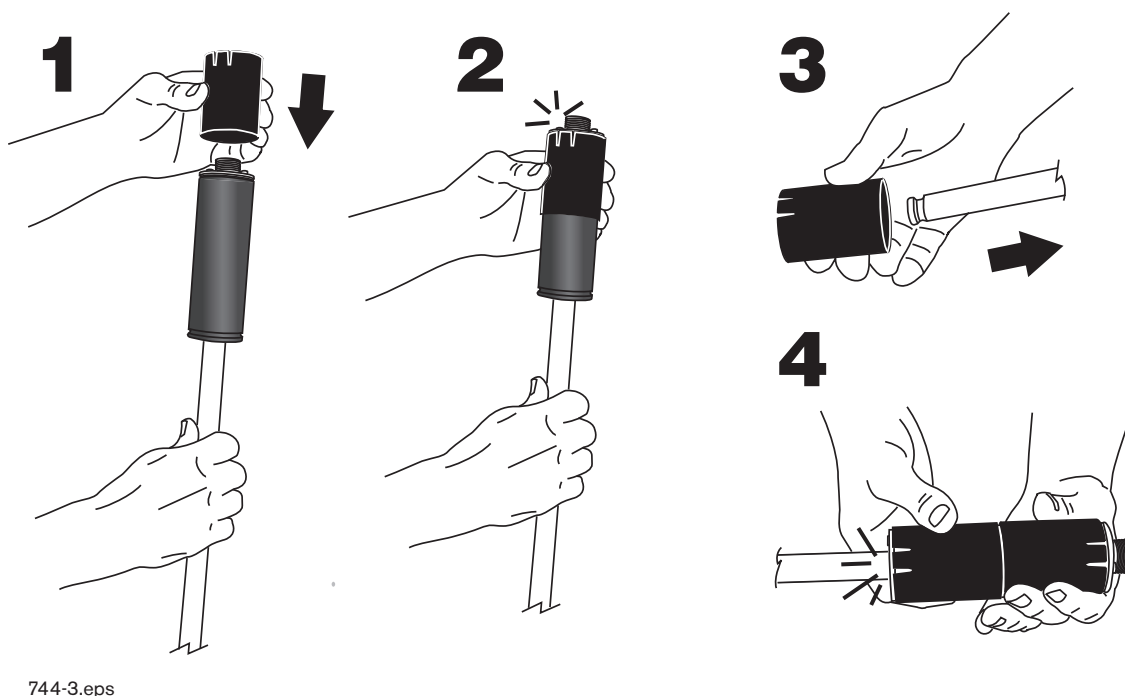

Figure 9. Installation des manchons isolants pour boîtier de sonde Mag Plus
2. Installez les deux manchons isolants pour boîtier sur le boîtier de sonde Mag Plus comme illustré à la Figure 9.